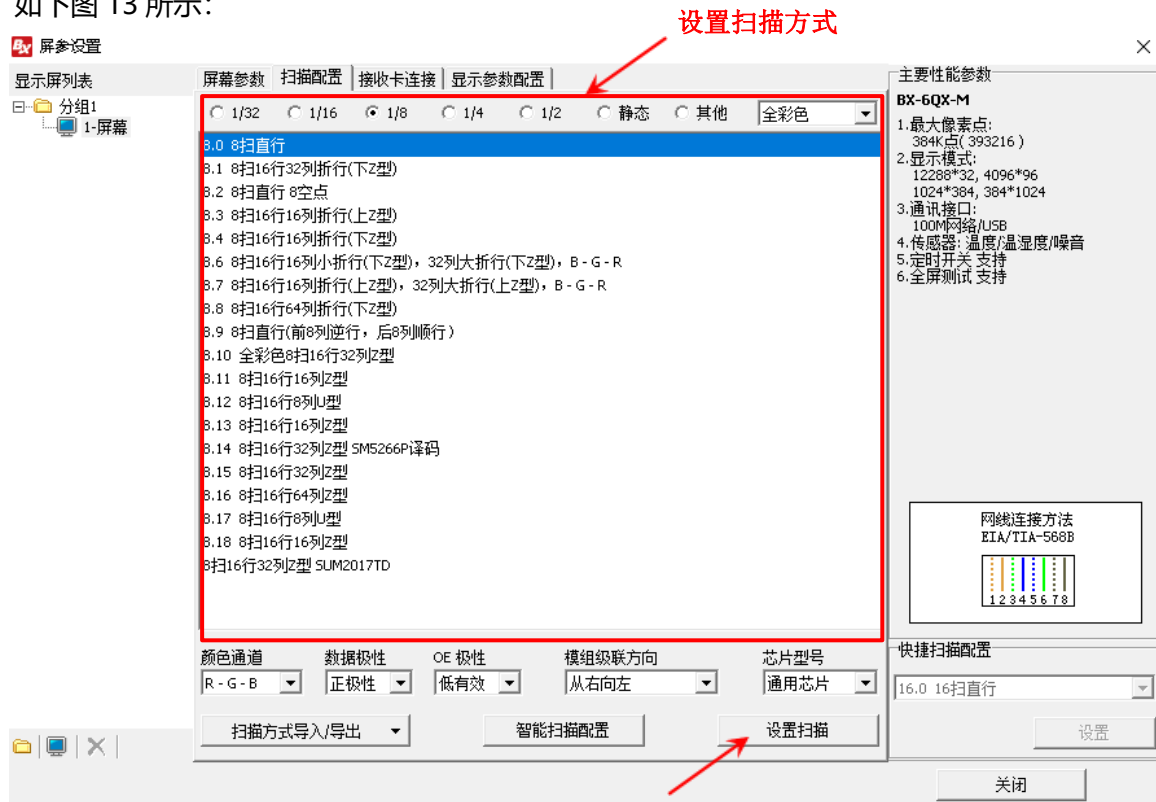

图 13
- 根据模组的扫描方式，选择对应的扫描方式，然后点击“设置扫描”按钮，屏幕就会正常显示，如下图 13 所示：